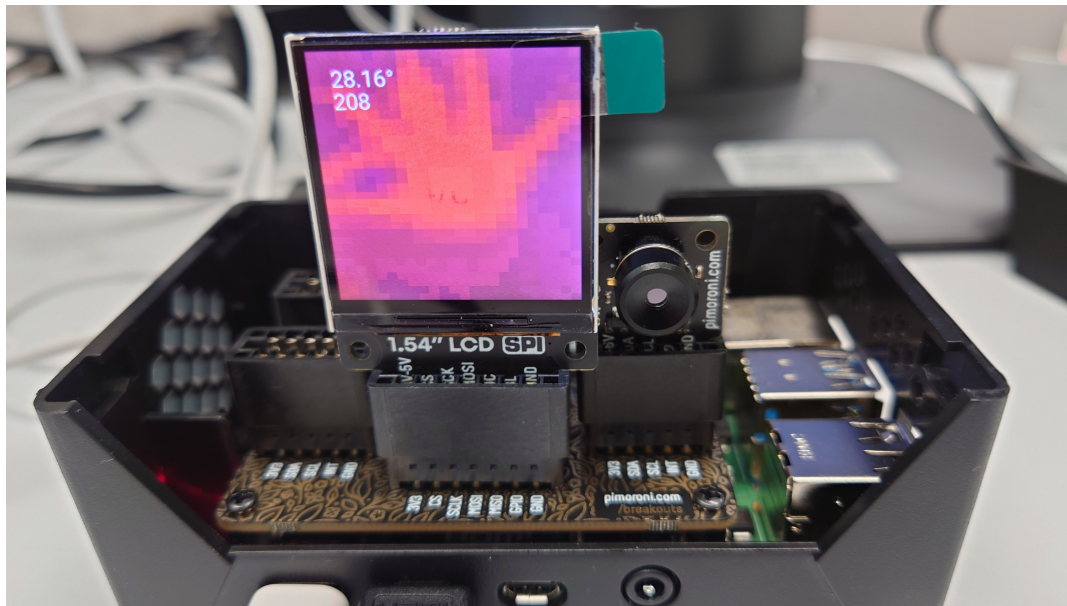

Abb. 3: Aufbau der Versuchsanordnung für die Distanzmessung mit dem LCD Bildschirm montiert im dem *hinteren* SPI Slot
- Kontrolliere, ob der Raspberry Pi den *Breakout Garden HAT* mit den 2 SPI Anschlüssen und 4 I2C Anschlüssen bestückt ist (Abb. 3).
- Montiere den Bildschirm im vorderen SPI Slot des *Breakout Garden HATs* wie in Abb. 3, oder passe das Script, an so dass die Werte der hinteren SPI Schnittstelle verwendet werden.